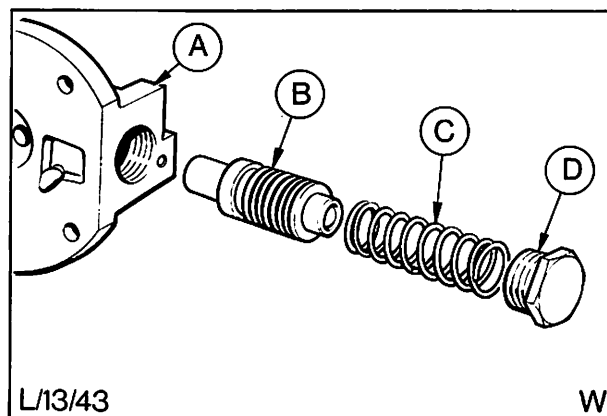

Abb. 62 Pumpenventil zerlegt
4. Ventildeckel abschrauben. Deckel, Feder und Ventil abbauen, Abb. 62.